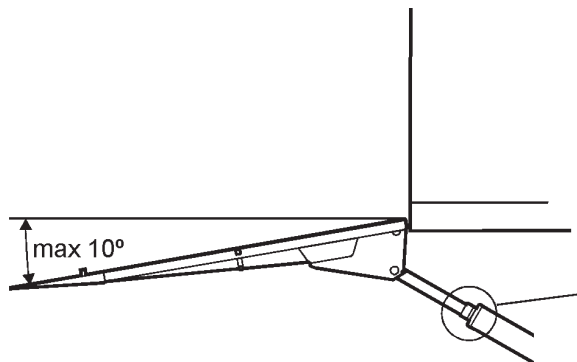

Bild 38. Nedtiltningsvinkel ska justeras till max 10°
1. Kör lyft-upp så att lyftbryggan når flak. Se Bild 38.
3. Tilta ner bryggan till max 10 grader under horisontalplanet. Enligt Bild 38.
4. Justera anslaget helt mot cylinderns topp (4).